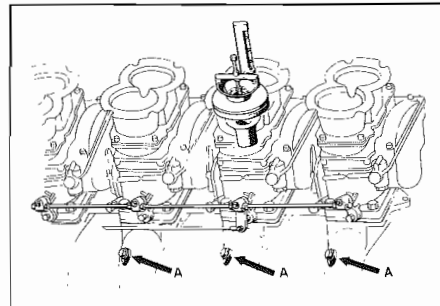

Fig. 19 - A - Tappi filettati
- 1) Sostituire i tappi filettati A (**Fig. 19**) con i raccordi dei vacuometri, collegando i condotti di destra con la cassetta sul parafango sinistro e viceversa, in modo tale che i due condotti del primo carburatore siano controllati dai due vacuometri contraddistinti col n. 1 e così via.
- 6) Sostituire i raccordi con i tappi filettati (**Fig. 19**).
- 1) Replace threaded plugs A (**Fig. 19**) with the vacuo-meter connections; connect R/H side ducts to the L/H mudguard box and viceversa so that the two ducts of the first carburettor be controlled by the vacuo-meters with No. 1 and so on.
- 6) Replace connections with threaded plugs (**Fig. 19**).